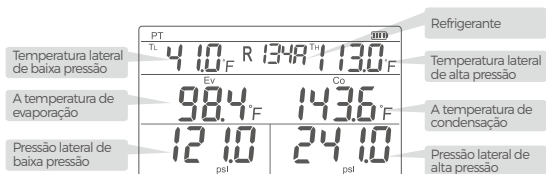

Figura 1 Diagrama de interface do sub-modo de temperatura de saturação
2. Pressione o botão de energia, ligue-o e entre na interface principal (Figura 1)
Depois que o refrigerante é definido, os dados são lidos, e a interface (Figura 1) exibe a pressão medida, temperatura, temperatura de saturação e valor de temperatura de evaporação nos lados de alta e baixa pressão.